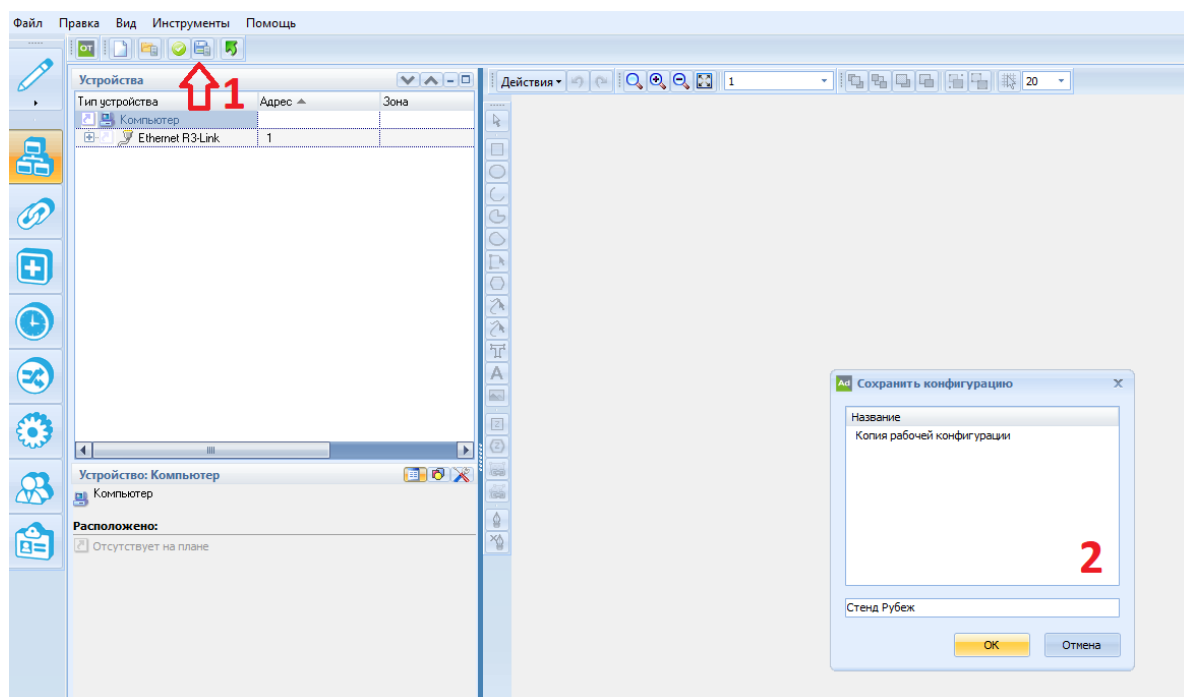

Рисунок 29.1 – Окно приложения «Администратор»
- 1) Запустить приложение «Администратор» ПО FireSec (4) и открыть нужную конфигурацию.
- 2) Воспользовавшись кнопкой  «Сохранить копию конфигурации на сервере как...», сохранить конфигурацию на сервере (рисунок 29.1).